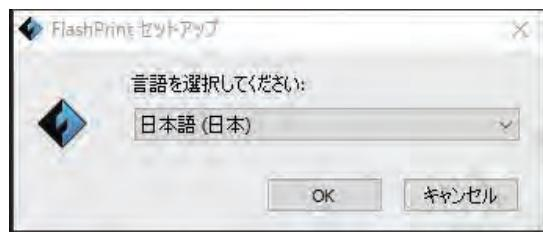

図 5-1
②(図 5-1) 相応の言語を選択して、[OK] をクリックします。